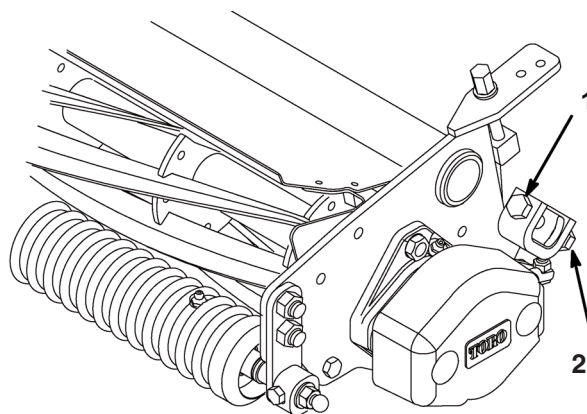

Fig. 2
2. Avvicinare la controlama alle lame del cilindro, allentando la vite di regolazione inferiore ( Fig. 2) da ambo i lati dell'apparato di taglio, e serrando la vite di regolazione superiore ( Fig. 2) da ambo i lati dell'apparato di taglio.